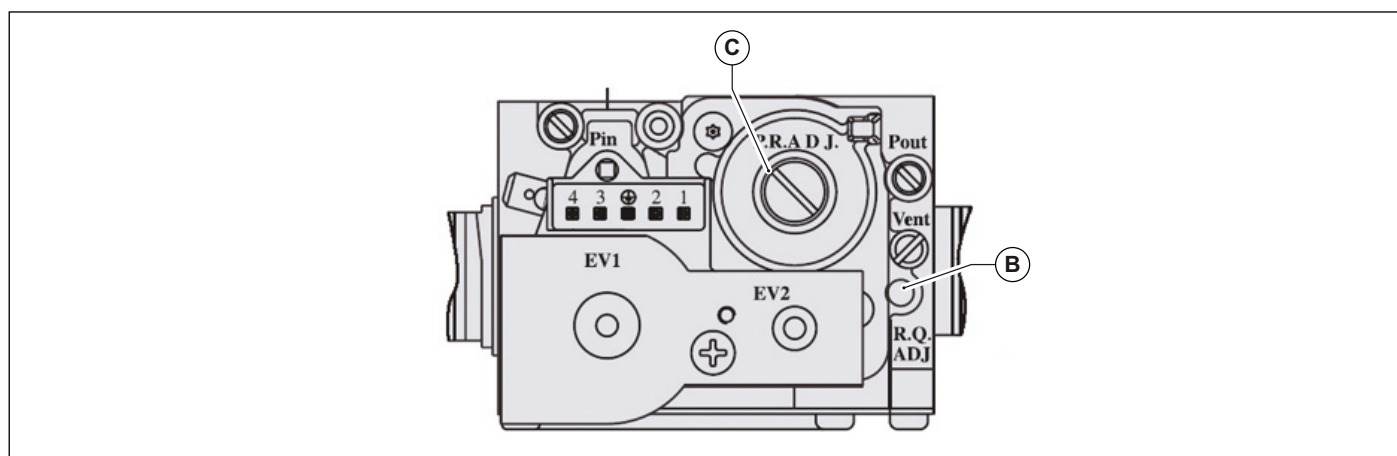

Fig. 30 Regolazione valore anidride carbonica
- Regolare il valore dell'anidride carbonica (CO2) nei fumi ruotando il regolatore di rapporto **B** (vedi Fig. 30 Regolazione valore anidride carbonica) e assicurarsi che rientri nei limiti della Tab. 22 Valori di CO2 nei fumi. Lasciare la caldaia in modalità spazzacamino e portarsi al passo successivo di regolazione alla potenza minima.
- Regolare il valore dell'anidride carbonica (CO2) nei fumi ruotando il regolatore di offset **C** (vedi Fig. 30 Regolazione valore anidride carbonica) e assicurarsi che rientri nei limiti della Tab. 22 Valori di CO2 nei fumi.